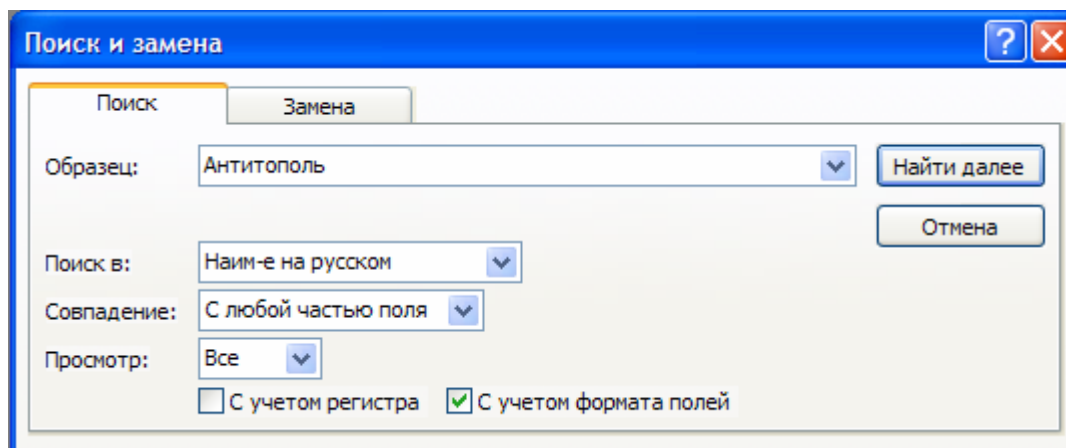

Рис. 5.2. Окно «Поиск и замена»
- в появившейся строке параметра **Образец** введите *Антитополь* (см. рис. 5.2);